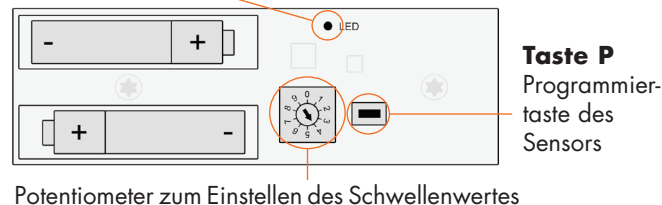
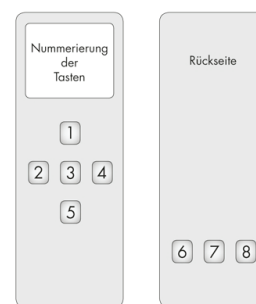

Abb. 3: Furohre Vibrasens Detailansicht
Abb. 4: Beispiel Furohre Handsender
- 1 Drücken Sie die linke SET-Taste (Taste 6, Abb.4) auf der Rückseite Ihres Handsenders und halten Sie diese so lange gedrückt, bis der Motor in eine Richtung anläuft.
- 2 Nun innerhalb von 5 Sekunden die Programmier-taste **P** (Abb. 3) des Sensors drücken und ca. eine Sekunde halten.
Um zu kontrollieren, ob der Sensor korrekt auf den Funk-Rohrmotor programmiert wurde, halten Sie die Programmier-taste **P** (Abb.3) auf dem Vibrasens fortwährend gedrückt bis der Motor in eine Richtung anläuft. Stoppen Sie den Motor durch drücken der STOP-Taste (Taste 3, Abb.4) des Handsenders.